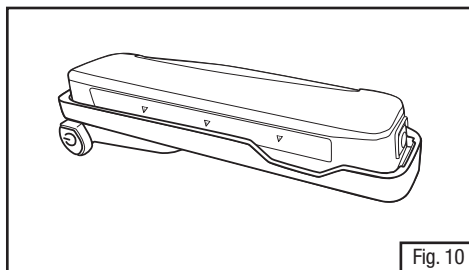

Fig. 10
2. Pousser la pile TR-630 vers le bas de manière qu'il soit inséré dans l'adaptateur et que la languette de dégagement bleue sur la pile s'enclenche en place (Fig. 10).